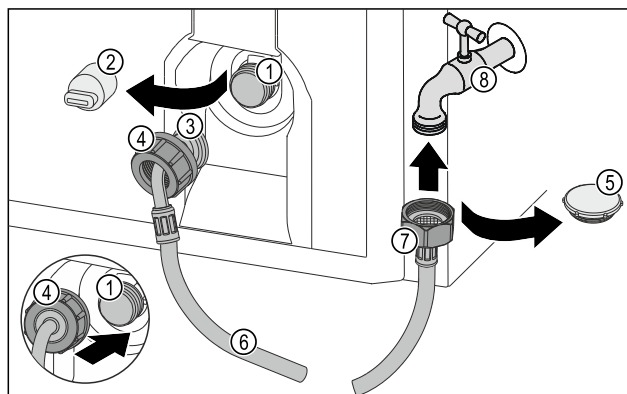

Fig. 54
- Sluitdop Fig. 54 (5) verwijderen.
- Rechte slangeinde Fig. 54 (7) op de waterkraan Fig. 54 (8) plaatsen.
- Moer op het rechte slangeinde Fig. 54 (7) rechtsom vastdraaien.